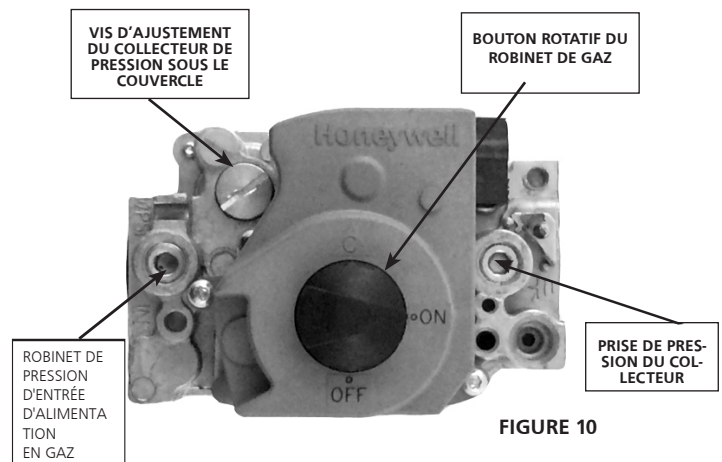

FIGURE 10
5. Il y a un bouton rotatif noir lequel peut être passé en position de marche (ON) ou en position d'arrêt (OFF). Pivoter le bouton à la position d'arrêt (OFF). (Voir la **figure 10**).
7. Pivoter le bouton noir à la position de marche (ON).
- Après avoir vérifié, et ajusté, la pression de ligne, vérifier la pression au collecteur. La bonne pression au collecteur est indiquée sur la plaque de classification de l'appareil. Voir la **figure 10**, pour l'emplacement de la vis d'ajustement de pression du gaz. Un ensemble de conversion de gaz naturel au gaz propane est requis pour faire la conversion de l'appareil. Se référer aux instructions d'installation fournies avec l'ensemble de conversion pour la procédure de conversion.